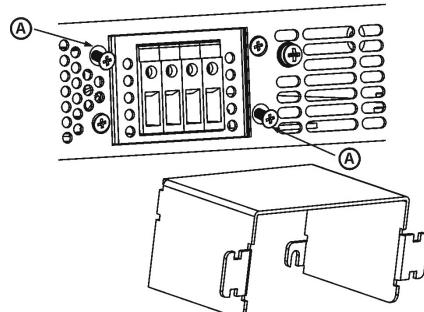

Рис.3-8: Сборка защитного кожуха
4. На пол оборота ослабьте на шасси два винта с маркировкой «A», как показано на Рис. 3-8.
5. Смонтируйте защитный кожух с шасси и затяните два винта, чтобы закрепить экран на шасси (см. Рис. 3-8). Момент затяжки винтов: 4.8-5.3 фунта/дюйм.